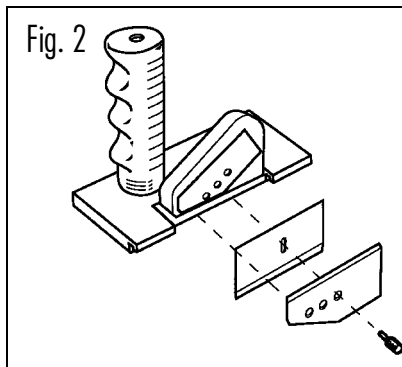

Fig. 2
- 1 Installare la lama rimuovendo la placca e inserirla nella guida. Decidere la profondità del taglio: sicurezza (safety), passe-partout singolo (single mat), passe-partout doppio (double mat), (Fig.2)
- 1 Regolare la guida del passe-partout e fermarlo con i relativi blocchi a vite (Fig. 2)